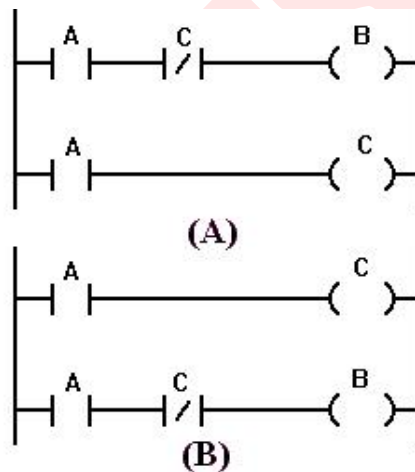

Рисунок 2.1 (b)
Последовательный процесс выполнения программы В общей схеме управления реле могут сработать точно в одно и то же время. В примере, приведенном на схеме ниже, когда срабатывает реле А, реле D и E могут сработать одновременно (при замкнутых контактах В и С). При последовательном управлении ПЛК отдельные реле работают последовательно. Когда срабатывает реле А, сначала срабатывает реле D, затем реле E (см. рис. 2.1 (а)). То есть, отдельные реле действуют в порядке, указанном на схеме лестничной диаграммы.
Реле Рисунок 2.1 (b) Действия в (А) и (В) идентичны. Когда А (кнопочный выключатель) включен, ток проходит через катушки В и С. В и С включаются, а В выключается после включения С.
На рис. 2.1 (b) (A), как
и в релейной схеме, В и С включаются при включении А (кнопочного выключателя), а В выключается после одного цикла программы ПЛК. На рис. 2.1 (b) (B), однако, С включается после включения А (кнопочного выключателя), но В не включается.